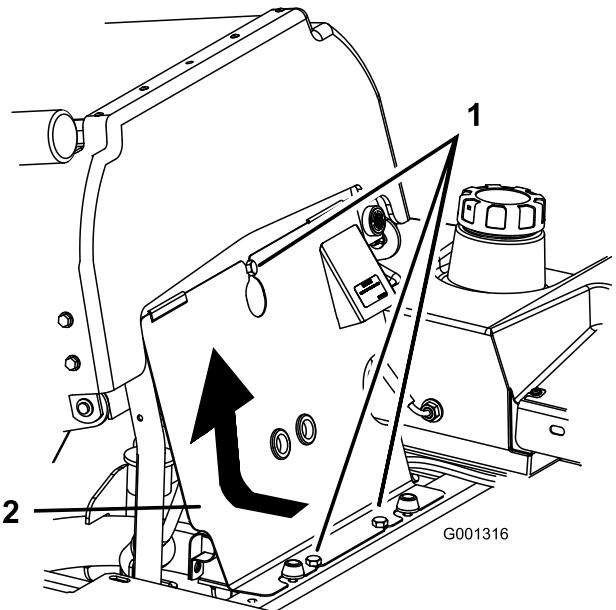

Figura 35
1. Inclinete il sedile in avanti, allentate i bulloni e togliete il pannello anteriore del motore (Figura 35).